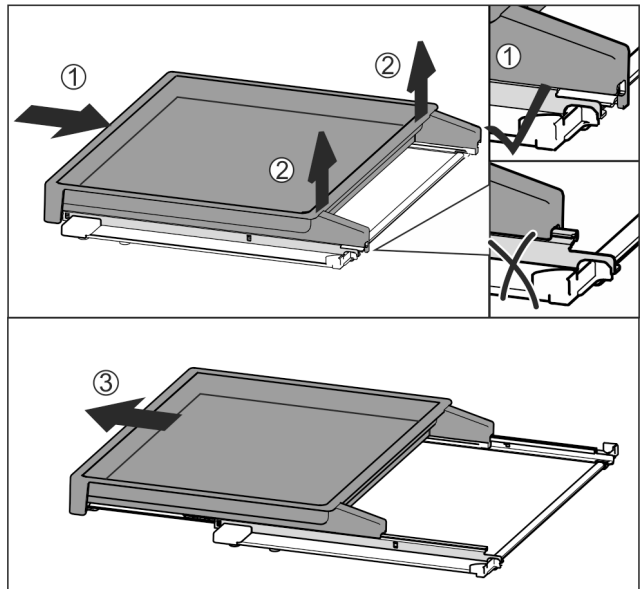

Fig. 50
- ▶ Uitschuifplateau volledig erin schuiven Fig. 50 (1).
- ▶ Vergrendeling aan de achterkant losmaken Fig. 50 (2).
- ▶ Uitschuifplateau vanaf de voorkant eruit halen Fig. 50 (3).